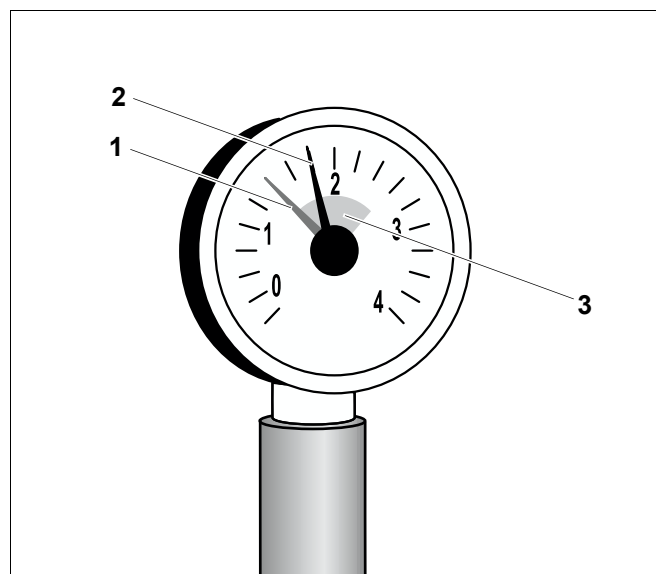

Рис. 24 Манометр для закрытых отопительных установок
- Красную стрелку (рис. 24, **поз. 1**) манометра отопительной установки поставить на необходимое минимальное давление 1 бар.